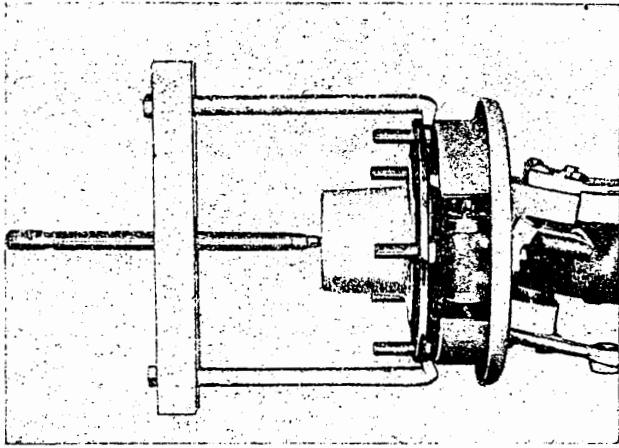

Bild V 4. Abziehen der Radnabe
5. Radnabe mit Abzieher abziehen (Bild V 4).